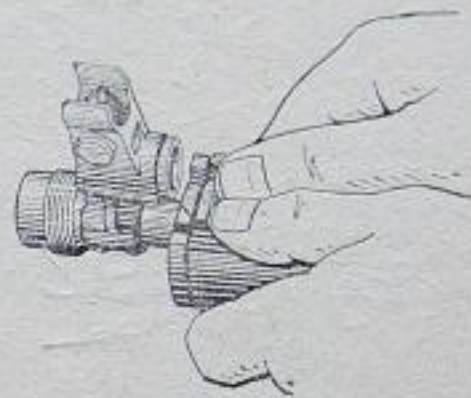

Рис. 17. Сдвигание соединительной муфты
6) **Отделить цевье** (цевье отделяется в редких случаях: при значительном загрязнении, после попадания автомата в воду и т. п.). Взять автомат левой рукой за цевье, правой рукой с помощью отвертки повернуть замыкатель цевья на пол-оборота назад, сдвинуть соединительную муфту к основанию мушки (рис. 17), цевье подать вперед и отделить его от ствола.